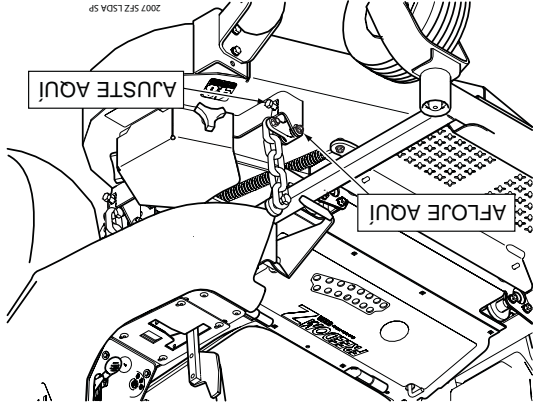

Figura 6-5. Ajuste de la inclinación de la plataforma de corte
1. Afloje las tuercas elásticas de tope que aseguran los puntos de fijación del nivel de la plataforma en ambos lados de la parte frontal de la plataforma de corte (Vea la Figura 6-5, Figura 6-6).